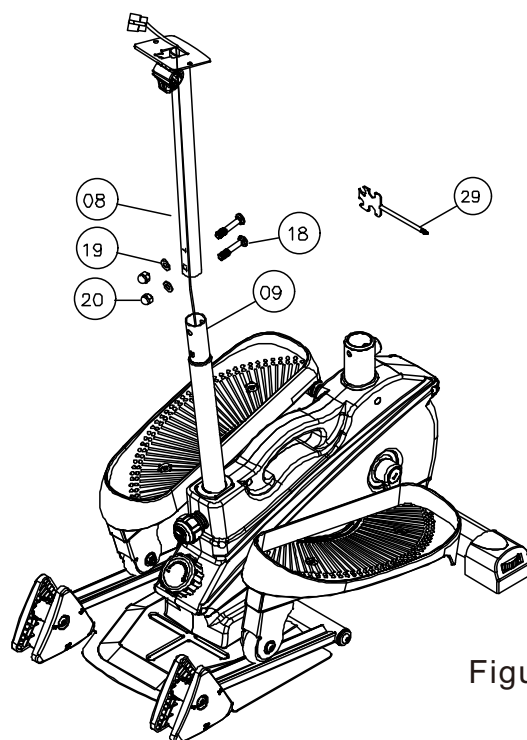

Figure 8
8. Utilisez 2 vis à tête cylindrique n°18, 2 rondelles plates n°19, 2 butées hautes n°20 pour fixer ensemble l'ensemble élévateur avant n°08 et le système de gestion centralisée n°09. Comme illustré sur la Figure 8 :